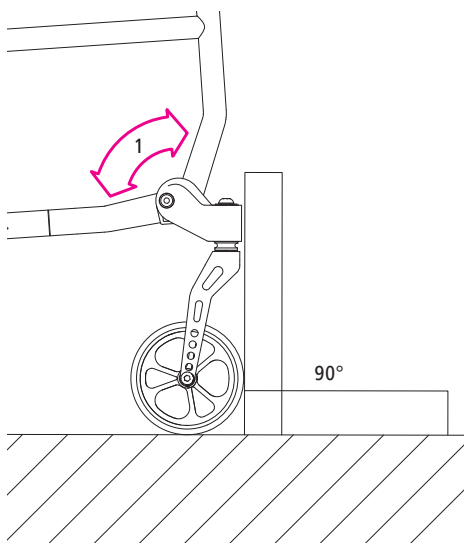

Рис.60
2. Після цього ви можете вставити шестигранний ключ на 5 мм крізь отвір у нижній частині корпусу тримача поворотних коліс і поворотом ключа (1, мал. 59) відрегулювати кут (1, рис. 60).